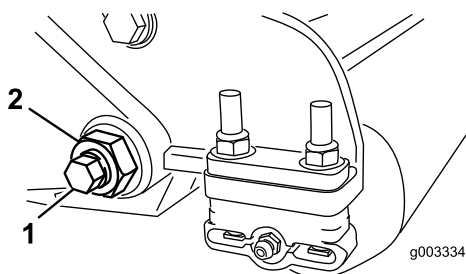
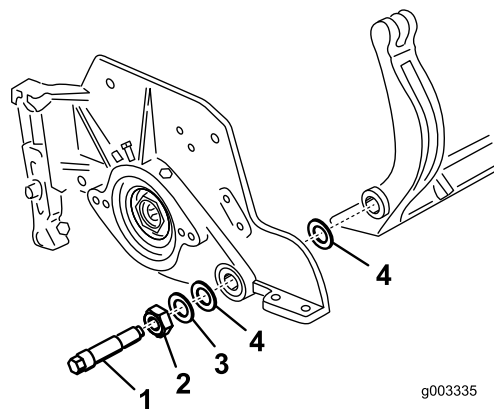

Figure 27
Figure 28
3. De chaque côté de la machine, desserrez le contre-écrou de fixation du boulon de la barre d'appui (Figure 27).
4. Retirez les boulons de la barre d'appui de façon à pouvoir abaisser la barre et la déposer de la machine (Figure 27). Mettez de côté les 2 rondelles en nylon et la rondelle en acier estampé situées de chaque côté de la barre d'appui (Figure 28).
2. Fixez la barre d'appui sur chaque plaque latérale avec les boulons (munis d'écrous) et 6 rondelles. Une rondelle en nylon doit être placée de chaque côté du bossage de la plaque latérale. Placez une rondelle en acier à l'extérieur de chaque rondelle en nylon (Figure 28). Serrez les boulons de la contre-barre à un couple de 37 à 45 Nm. Serrez les contre-écrous jusqu'à ce que les rondelles d'acier extérieures cessent de tourner et que le jeu axial soit supprimé, mais ne serrez pas excessivement et ne faites pas fléchir les plaques latérales. Les rondelles peuvent présenter un espace à l'intérieur.